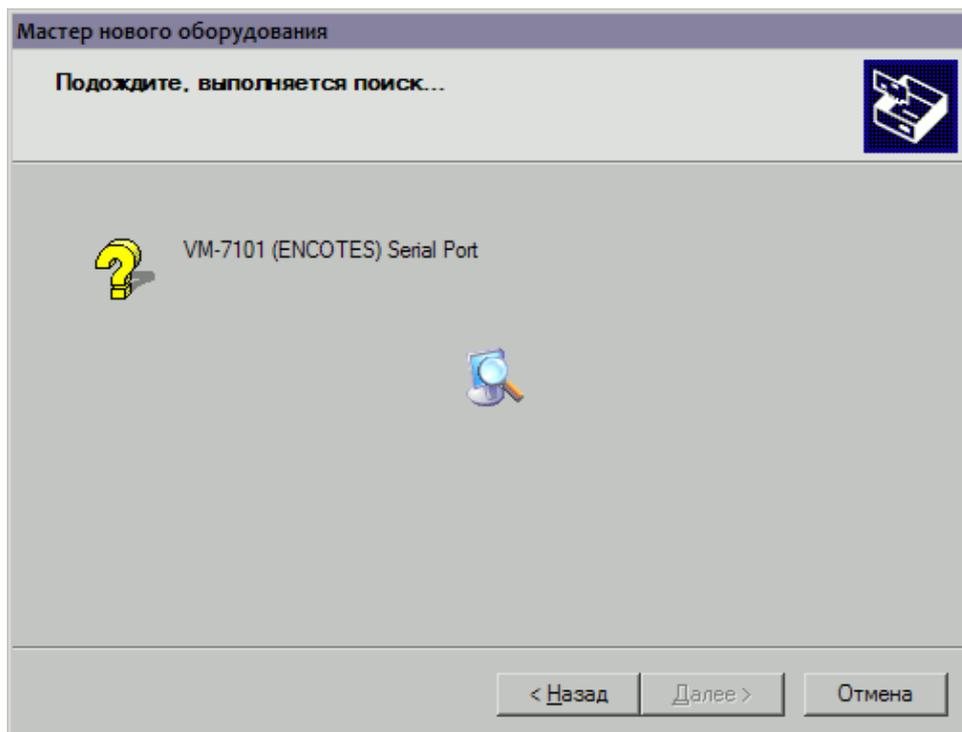

Рисунок 34 – Окно "Поиска файлов драйвера"
11. Нажать кнопку "Далее", появится окно поиска файлов драйвера (рис.34).